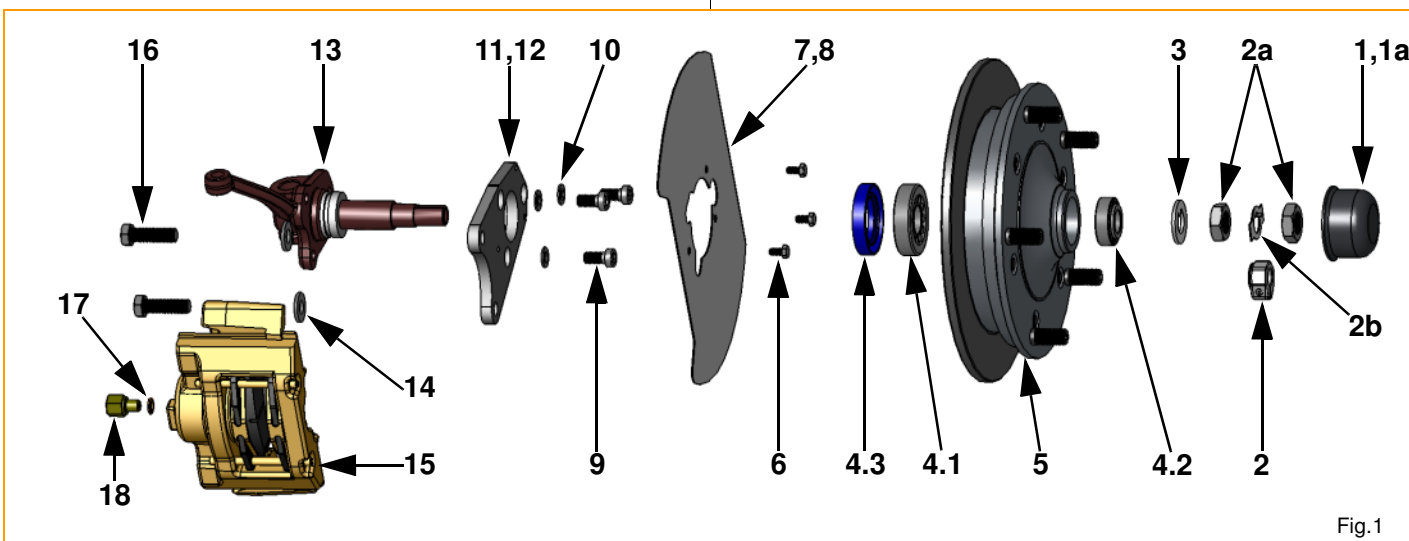

Fig.1
- Only the adjusting nuts (Pos:2 in Fig.1) and bearing washer (Pos:3 in Fig.1) need to be used from the drum brake setup, along with your original drum brake spindles.
- Lediglich die Einstellmuttern (Pos:2 in Fig.1) und Druckscheiben (Pos:3 in Fig.1) der Radlager müssen von der Trommelbremse übernommen werden.